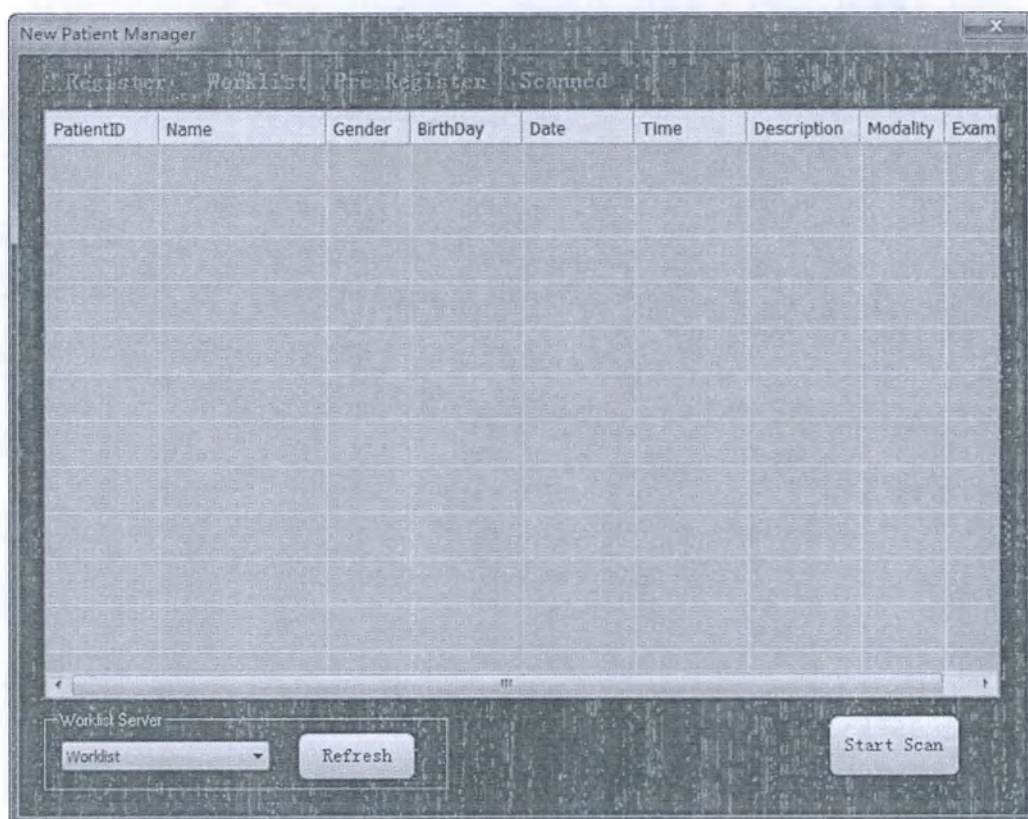

Рисунок 48 Окно поиска зарегистрированных пациентов
2. В поле [Сервер рабочего списка] [Worklist Server] выберите базу данных, нажмите кнопку [Обновить] [Refresh] и ниже отобразится информация зарегистрированных пациентов (см. рис. 48).